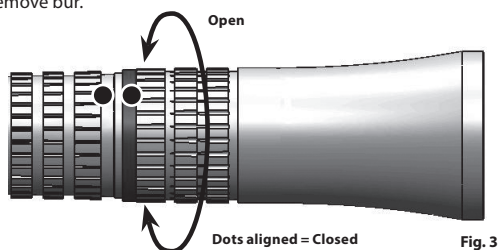

Fig. 3
**Straight Attachment (Fig. 3)**